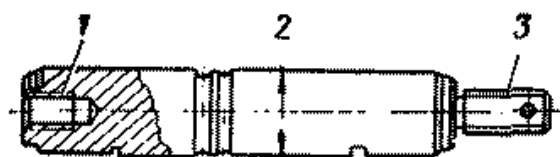

Рис. 95. Валик водяного насоса
2. Валик водяного насоса (рис. 95)